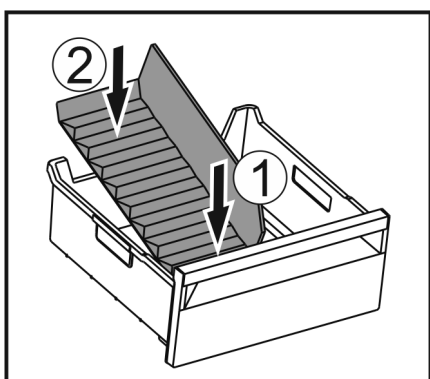

Fig. 127
- ▶ Helyezze be a jégkész-eltávolító elülső részét. Fig. 127 (1)
- ▶ Süllyessze le a jégkész-eltávolító hátsó részét a fiók aljára. Fig. 127 (2)